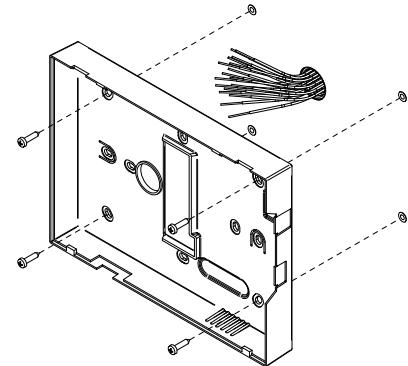

Fig. 6
- Come mostrato in **Fig. 6**, fissare il coperchio posteriore del videocitofono alla parete avendo cura di mantenere l'orientamento mostrato in figura e di far passare i fili di connessione attraverso l'apposita apertura circolare;